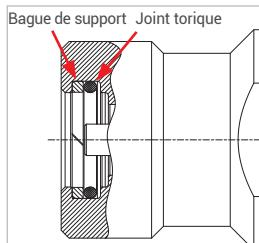

Figure 10
- ▶ Avant d'installer l'insert d'about (pos. 7), vérifiez que les deux composants d'étanchéité (joint torique et bague de support, *Figure 10*) respectent l'ordre de montage, sont bien positionnés et intacts.
- ▶ Remplacez les joints endommagés. Reportez-vous à cet effet au *Chapitre 8.4.1 Remplacement des composants d'étanchéité dans l'insert d'about (pos. 7)* page 23.